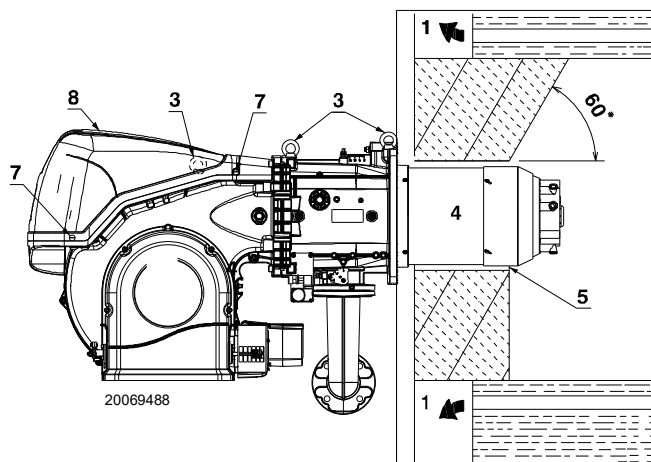

Fig. 15
Per le caldaie con giro dei fumi anteriore 1)(Fig. 15), o con camera ad inversione di fiamma, eseguire una protezione in materiale refrattario 5), tra refrattario caldaia 2) e boccaglio 4).
Predisporre un adeguato sistema di sollevamento agganciandosi agli anelli 3)(Fig. 15), dopo aver tolto le viti 7) di fissaggio del cofano 8).
- Infilare la protezione termica data a corredo sul boccaglio 4)(Fig. 15).